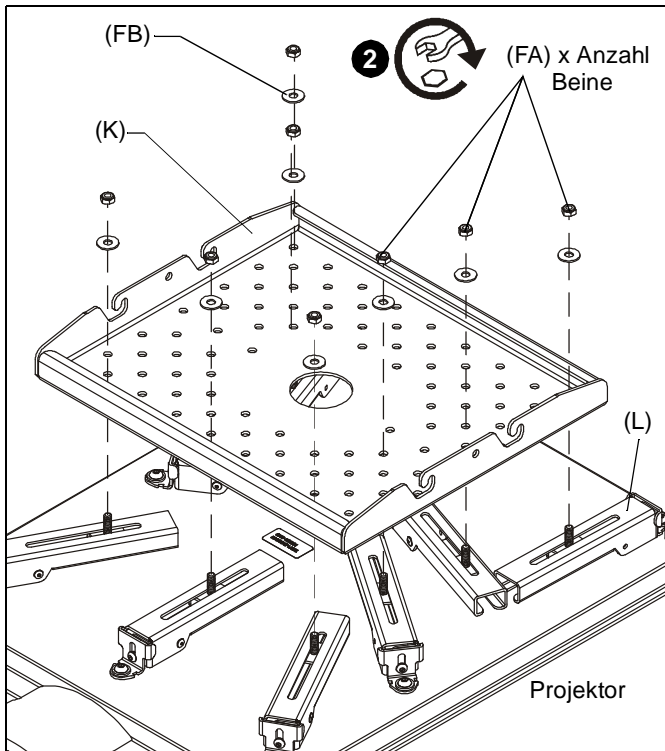

Abb. 3
3. Befestigen Sie die HB-Platte (K) mit jeweils einer 5/16"-Sicherungsmutter (FA) und einer 5/16"-Unterlegscheibe (FB) an jedem HBU-Bein (L). (Siehe Abb. 3)